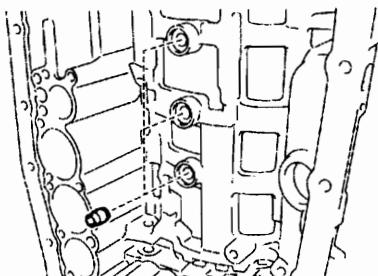

图 12-1-2
- (6) 拆下 10 个变速器外罩螺栓，拆下变速器外罩。
- (7) 拆下 8 个变速器壳连接装置总成螺栓，拆下变速器壳连接装置总成，并从变速器壳连接装置总成上拆下衬垫。注意：用铜棒和锤子拆卸延伸外罩总成。
- (8) 用螺丝刀拆下变速器壳连接装置油封。
- (9) 将变速器壳安装到大修装置上。
- (10) 拆下放油塞和 20 个螺栓，拆下自动变速器油底壳分总成。注意：不要翻转变速器，否则阀体会被油底壳底部的异物污染。
- (11) 检查自动变速器油底壳分总成。取下磁铁，并用它收集铁屑，观察油底壳内及磁铁上的异物 / 颗粒。判断变速器的磨损类型。若有铁屑（磁性），则轴承、齿轮和离合器片磨损；若有铜屑（非磁性），则衬套磨损。
- (12) 将变速器倒置，拆下阀体机油集滤器总成，并从阀体机油集滤器总成上拆下 O 形圈。
- (13) 拆下 AFT 温度传感器、螺栓和卡箍，断开换挡电磁阀上的 7 个连接器，从变速器壳上拆下螺栓，拔出变速器电缆，并从变速器电缆上拆下 O 形圈。
- (14) 拆下 19 个固定变速器阀体总成的螺栓，拆下变速器阀体总成。
- (15) 拆下 3 个驱动桥壳衬垫。
- (16) 如图 12-1-2 所示，拆下 3 个制动鼓衬垫。